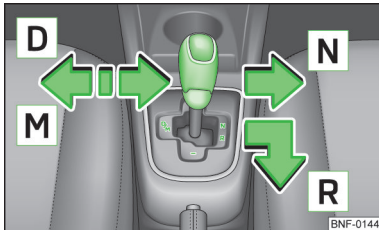

Fig. 84
Cu maneta selectorului de viteze se pot selecta următoarele regimuri » fig. 84.
- Apăsăți maneta selectorului de viteze în poziția amortizată, în sensul săgeții, înspre stânga » fig. 84 la pagina 81 și selectați poziția **D**.